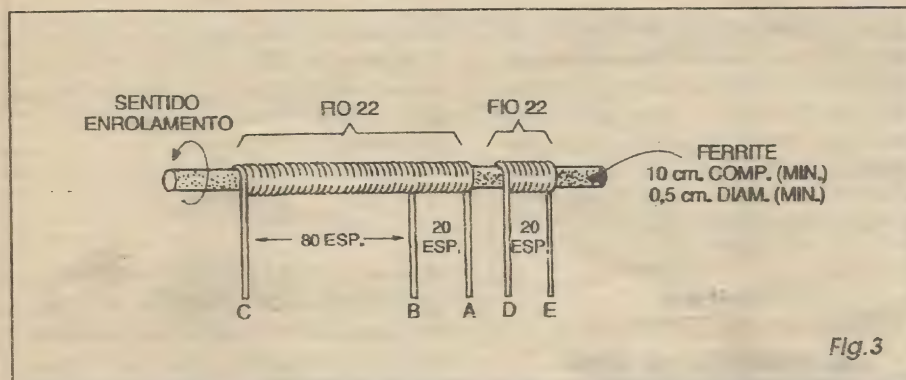
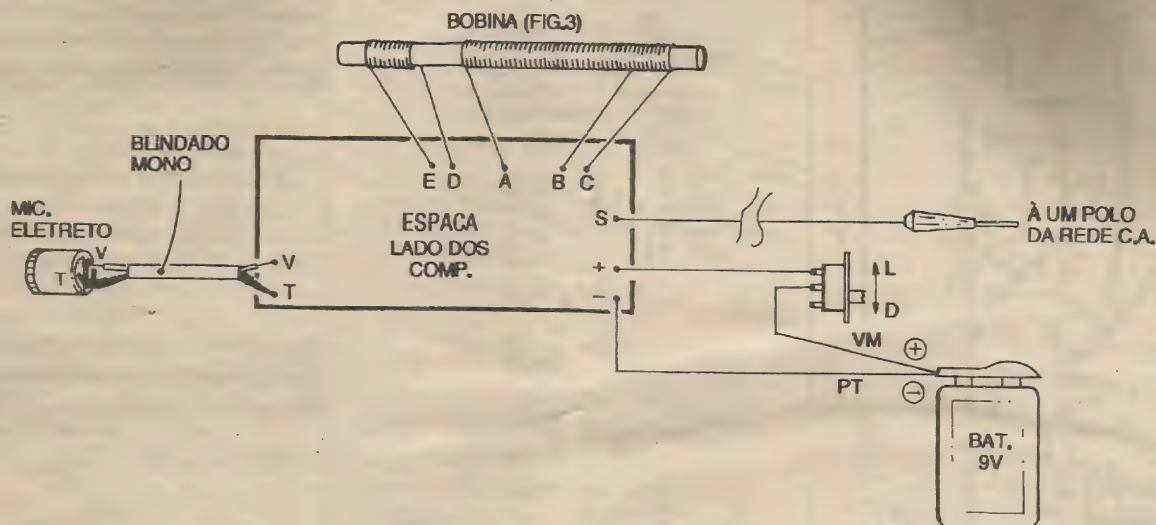

Fig. 3
Fig.5
- FIG. 5 - CONEXÕES EXTERNAS À PLACA - No diagrama, o impresso continua visto pela sua face não cobreada, porém agora mostrando especificamente as ligações e componentes que ficam *fora* da placa... Embora todas muito simples, exigem uma certa atenção: a polaridade da alimentação, sempre com o fio **vermelho** indicando o **positivo** (ao ponto (+) da placa...) e o fio **preto** codificando o **negativo** (ao ponto (-) da placa...), a identificação dos terminais **vivo** (V) e **terra** (T) do microfone de eletreto; e suas respectivas ligações aos pontos V-T da placa, via cabo blindado mono, curto (no qual o condutor central representa o **vivo**, enquanto que a malha indica o **terra**...). O fio de saída (ponto S) vai ao plugue *banana* para conexão a um dos polos da tomada C.A., conforme detalhes mais adiante... O principal ponto a ser observado nas conexões externas, contudo, refere-se às ligações da bobina (rever FIG. 3), cuja identificação de terminais deve ser rigorosamente respeitada quanto aos fios A-B-C-D-E-F e correspondentes pontos da placa... É importante que a fiação entre bobina e placa fique tão curta quanto o permitirem as soldagens e acomodações gerais, de modo que a bo-